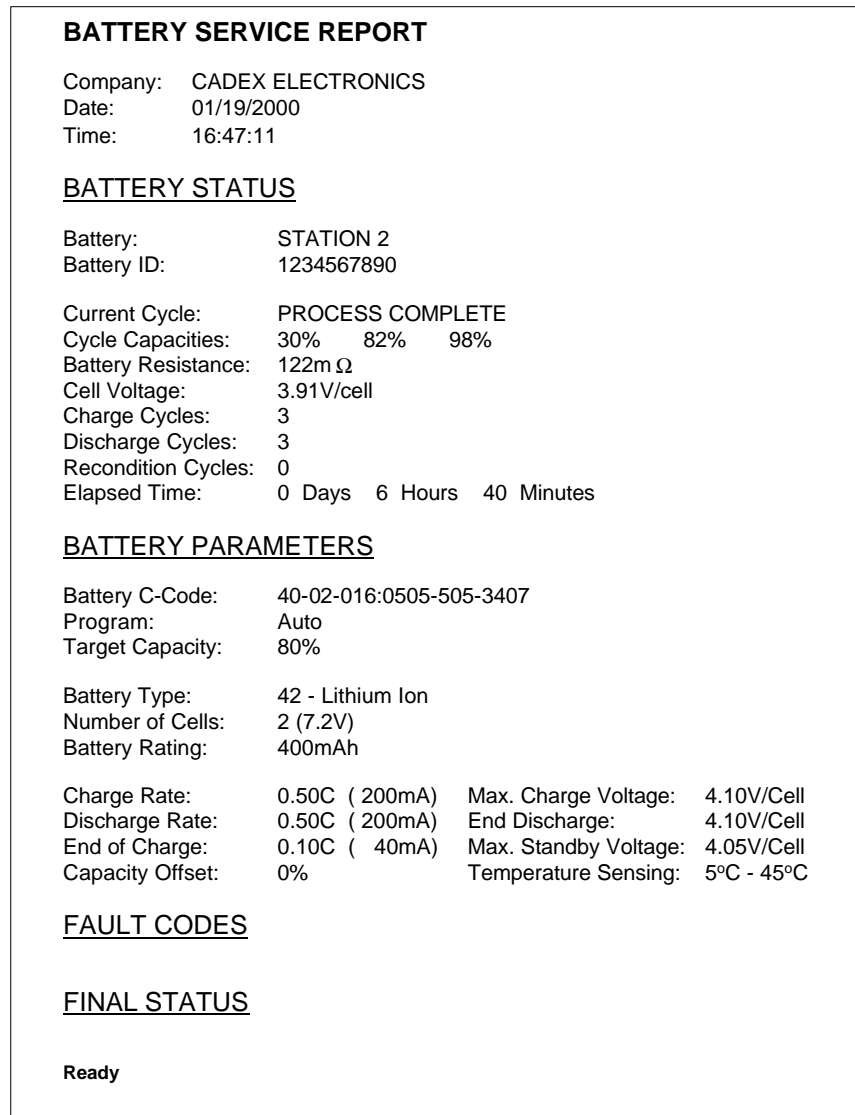

Figure 7: Battery service report
- **Akku-Wartungs-Rapport.** Dieser Rapport enthält die Akku-ID-Nummer, detaillierte Statusinformationen und die Akku-Parameter (inkl. Chemie, Anzahl der Zellen, Koeffizienten und Zellenspannung). Er beschreibt ebenfalls den C-Code, die am Akku durchgeführten Zyklen, Lade- und Entlade-Koeffizienten, alle Fehlercodes und die Endkapazität. Siehe **Figure 7** auf Seite 74 als Beispiel eines Wartungsrapports.